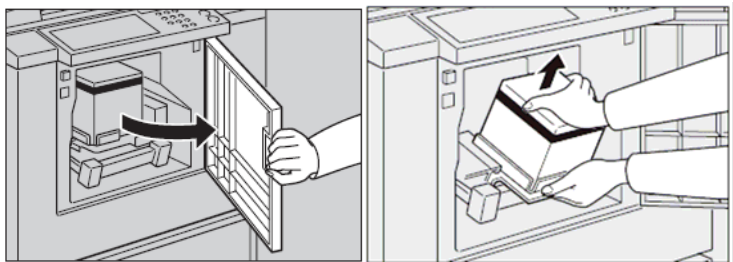

图 5-22 取出墨盒的操作示意图
- ① 打开前门，释放墨盒托架锁定杆，拉出墨盒托架，并取出用过的墨盒。取出墨盒的操作示意图，如图 5-22 所示。